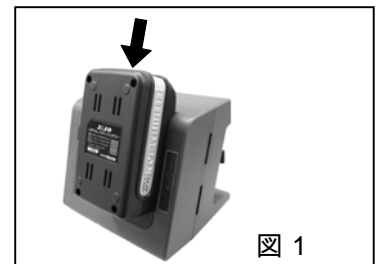

図 1
- ①充電器の電源プラグを家庭用コンセント（AC100V）に差し込んでください
- ②充電式電池を充電器の差込口に最後まで差し込んでください。（図 1）